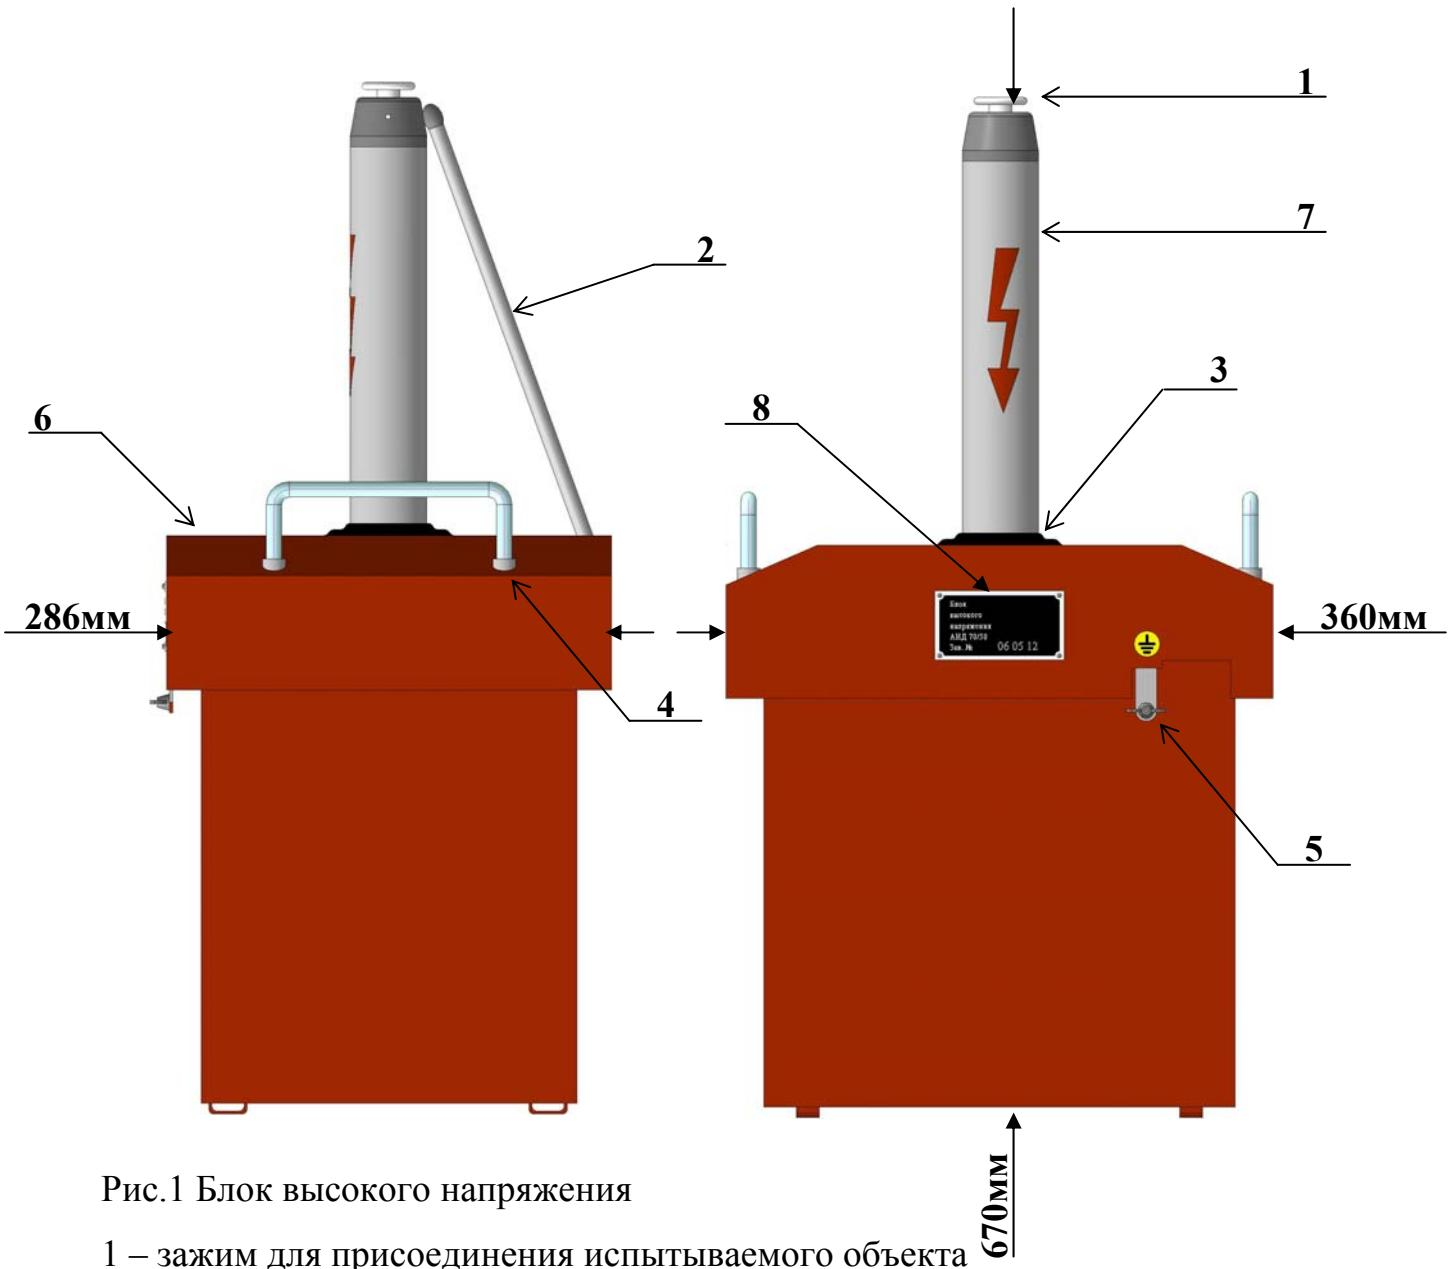

Рис.1 Блок высокого напряжения
2.7	Габаритные размеры приведены на рис. 1 и 2.
4.1.1 Аппарат выполнен в виде двух переносных блоков, соединенных кабелем: блока высокого напряжения (в дальнейшем по тексту - БВН) и блока управления (в дальнейшем по тексту - БУ). Конструкция блоков представлена на рис. 1 и 2.
7.1 Один раз в год необходимо взять пробу трансформаторного масла из БВН, для чего необходимо отвернуть четыре гайки, которые крепят ручки и кожух БВН, сняв уплотнительное кольцо и кожух (см. рис. 1). Определить величину пробивного напряжения масла по ГОСТ 6581-75. Если пробивное напряжение будет ниже 35 кВ, то масло следует заменить с пробивным напряжением не ниже 55 кВ.